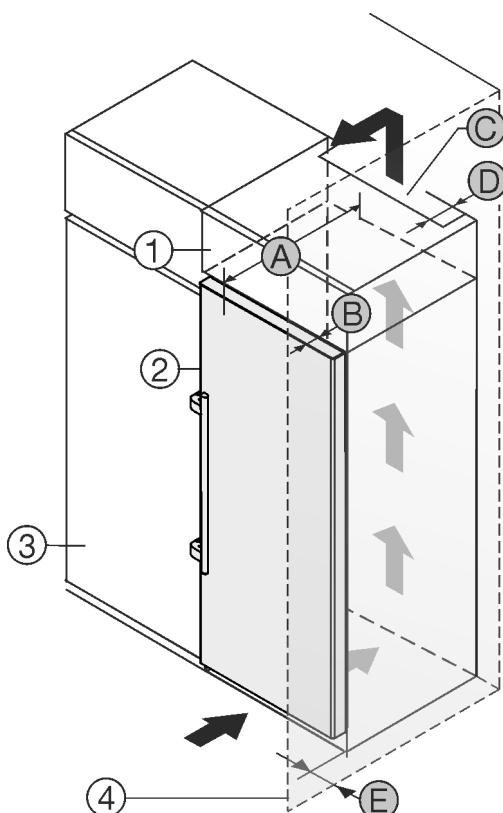

Fig. 2
Можете да поставите уреда непосредствено до кухненския шкаф Fig. 2 (3).*
От задната страна на шкафа-пристройка трябва да има вентилационен отвор с дълбочина Fig. 2 (D) по цялата широчина на шкафа-пристройка.*
Под тавана на помещението трябва да е спазено сечението за вентилация Fig. 2 (C).*
Когато уредът се поставя с пантите до стена Fig. 2 (4), разстоянието между уреда и стената трябва да е поне 57 mm. Това отговаря на разстоянието, с което дръжките стъпчат при отворена врата.*
За да можете да отваряте вратата изцяло, уредът трябва да е издаден с дълбочината на вратата Fig. 2 (B) спрямо челото на кухненския шкаф. В зависимост от дълбочината на кухненските шкафове Fig. 2 (3) и използването на детайли за отстояние от стената, уредът може да излезе още по-напред.*